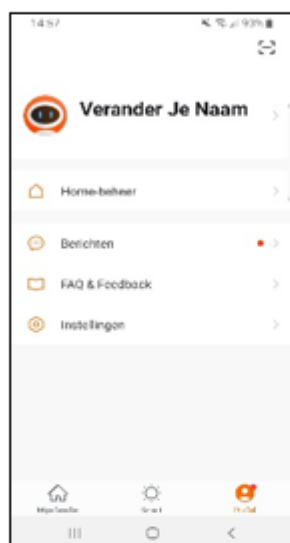

Fig. 3-1
-Ga naar profiel (rechtsonder) en ga naar Home-beheer (Fig. 3-1).